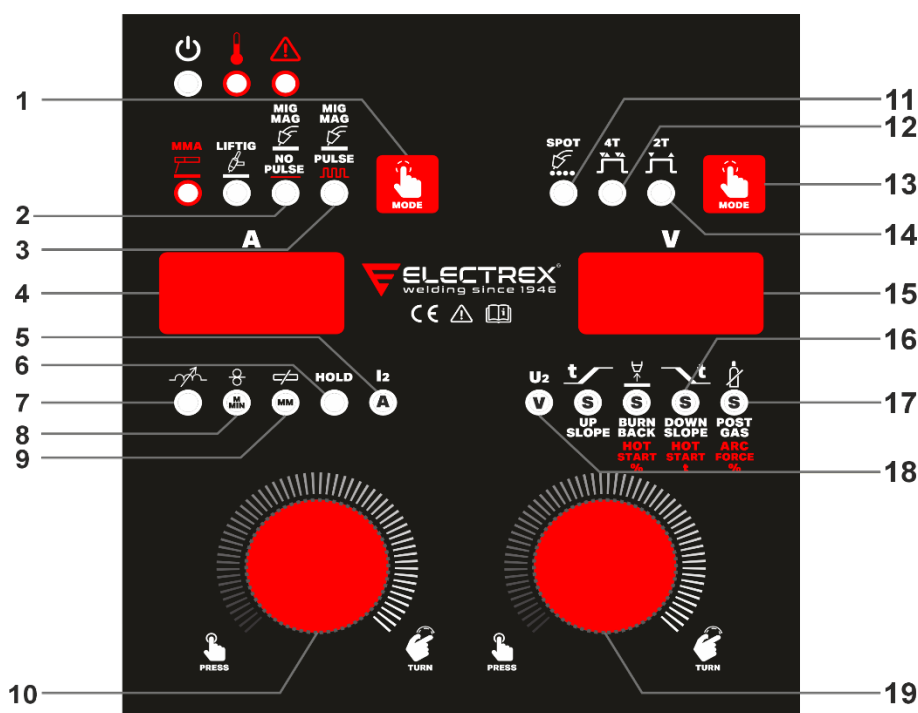

Fig 5.
- Seleccione el modo de soldadura MIG/MAG no pulsada (2 - Fig. 5) o pulsada (3 - Fig. 5). Con el modo MIG/MAG pulsado, la corriente alternará entre una corriente alta y una baja, permitiendo baja aportación de calor, ausencia de proyecciones y facilidad de uso.
8.1.1.- Parámetros de soldadura MIG/MAG sinérgica (ver Fig.5)
Modo soldadura temporizada a puntos MIG/MAG (11 - Fig. 5) - Cuando seleccionado indica que la máquina está en modo de soldadura a puntos MIG/MAG. Para seleccionar esta función, pulse la tecla 13 - Fig.5 hasta que se encienda el led 11. Ajuste el tiempo del punto, presionando el botón derecho (19 - Fig.5) hasta que el display izquierdo (4 - Fig. 5) muestre el SPT y girelo para el tiempo deseado. Inicie la soldadura por puntos presionando el gatillo de la antorcha y continúe presionando hasta el final del programa de soldadura MIG regulado (consulte las páginas siguientes).
Pulse el botón derecho (19 - Fig. 5) hasta que el display derecho (15 - Fig. 5) muestre el programa de soldadura deseado (el display izquierdo - 4 - Fig. 5 mostrará el último programa seleccionado) y seleccione el programa de soldadura con el botón derecho (19 - Fig. 5) hasta que el display derecho (15 - Fig. 5) muestre su número.